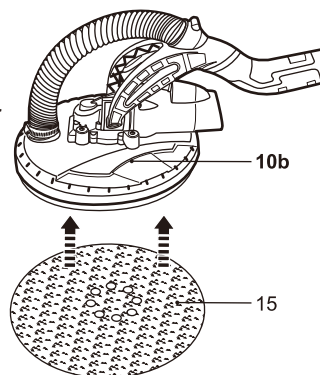

Fig. 5
> Pressione ligeiramente a folha de lixa (15) para fixar a mesma à placa base (10b) (Fig. 5).